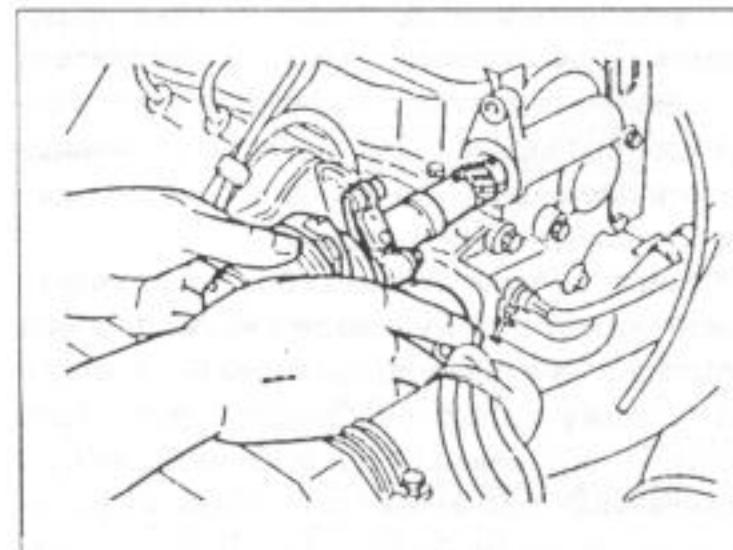

Рис. 155.
- Освободить клеммные болты на распределителе и вынуть его вперед из двигателя, как показано на рис.155 для стандартного двигателя с 8 клапанами. У других двигателей распределитель вынимают вправо, стоя перед автомобилем.